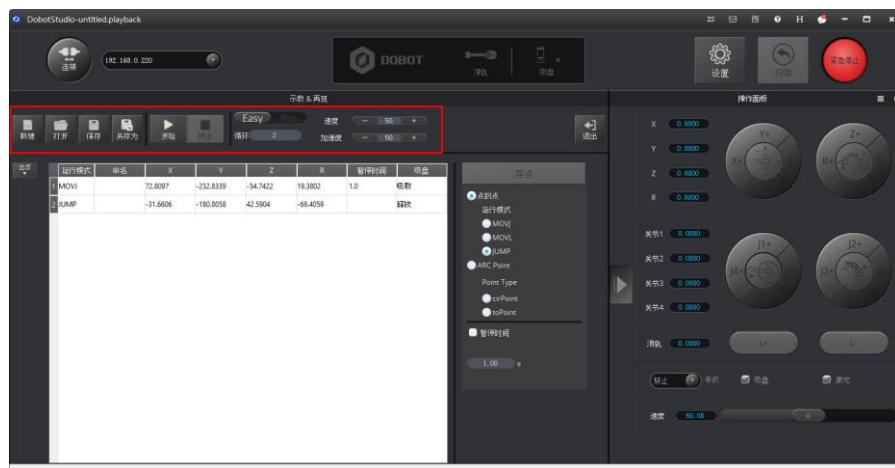

图 5.32 JUMP 运行模式下搬运小物体
**步骤 7** 将小物体放回 A 点，单击“开始”，机械臂按照示教指令将小物块执行JUMP 轨迹，即从A点移动到B点。如图 5.32所示。